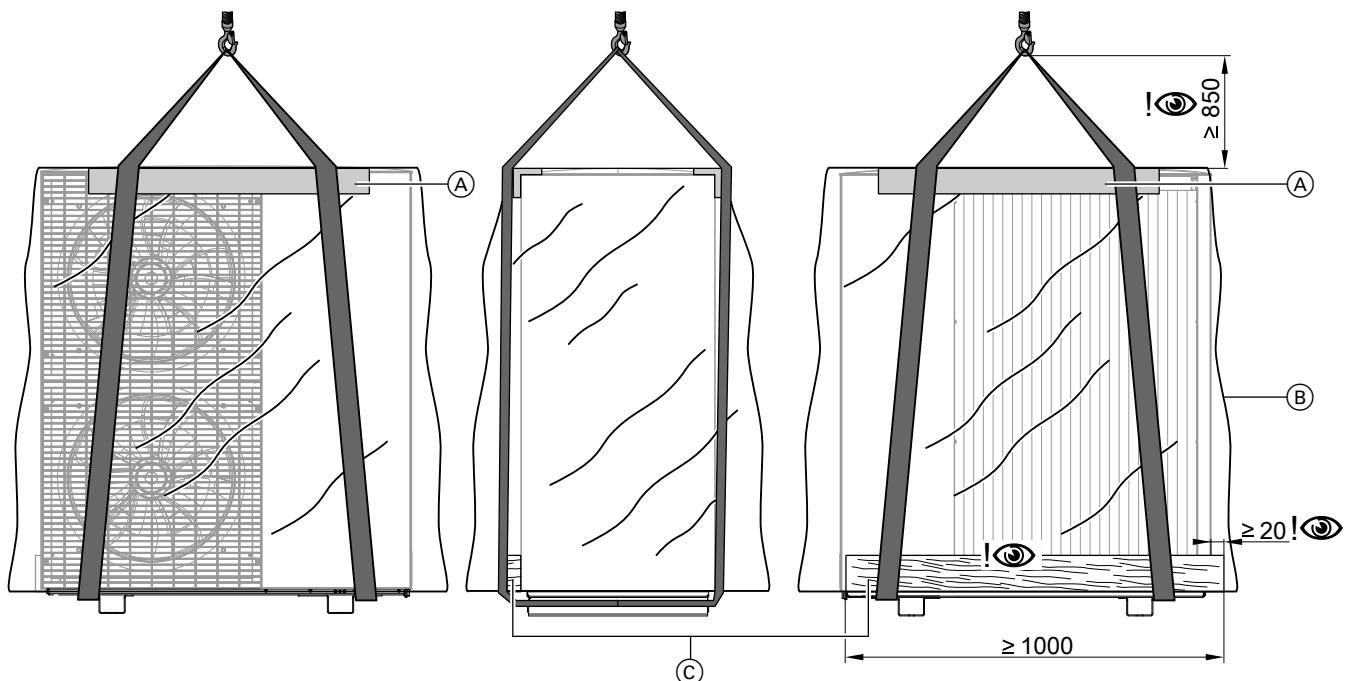

Abb. 8 Transport mit Kran am Beispiel der Außen-
3. Kantenschutzwinkel bauseits an der vorderen und hinteren Oberkante der Außeneinheit anlegen. Gurtbänder fachgerecht um die Außeneinheit legen: Siehe Abb. 8.